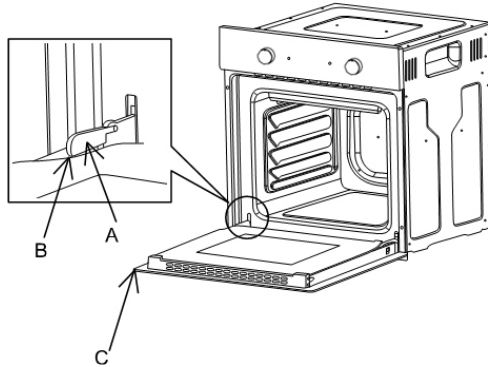

FIG. 1
Retrait de la porte du four (Fig. 1)
- Pensez à tourner les deux éléments mobiles « B » utilisés pour mettre les charnières en place avant de refermer la porte. (Fig. 1)